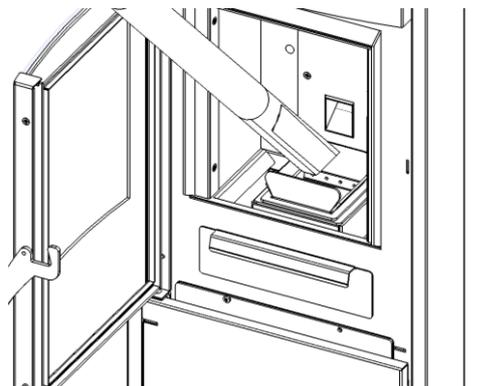

Figure 2
- aspirer les cendres qui se déposent dans le creuset et autour du creuset (cette manœuvre permet de garantir la bonne circulation de l'air de combustion) (Fig 2) ;